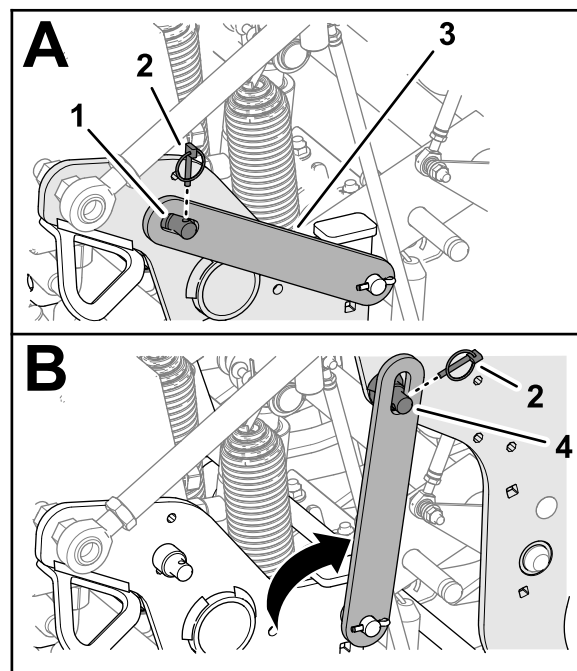

Figura 102
4. Retire el pasador de seguridad que sujeta el soporte de elevación a la placa lateral (Figura 102).